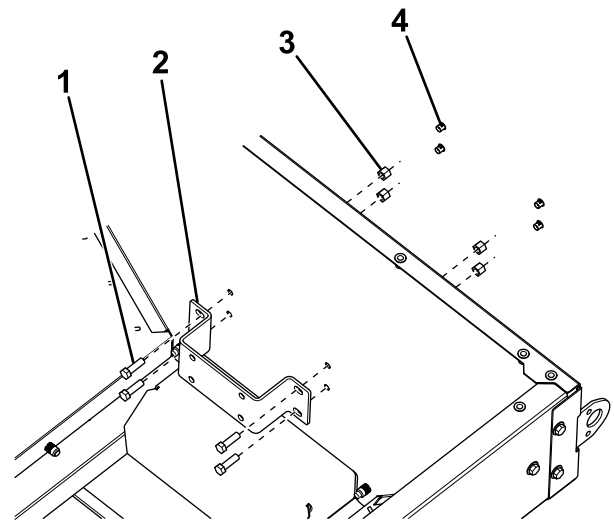

Bild 14
5. Entfernen und entsorgen Sie die vier Stopfen von der Vorderseite des Streuers (**Bild 14**).
6. Befestigen Sie eine Befestigungshalterung der Ablenklechs an der Innenseite des Streuers mit vier Schrauben ($\frac{3}{8}$ " x $1\frac{1}{4}$ ") und Muttern (**Bild 14**).